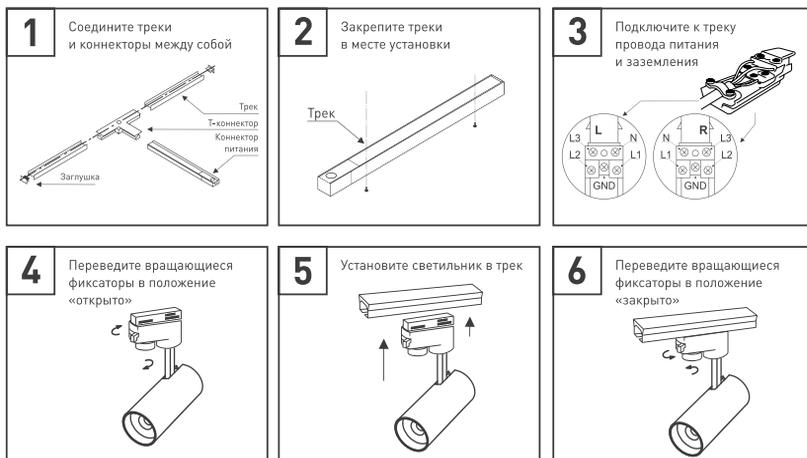

Рис. 2. Установка светильника в трек
- 3.4. На коннекторе питания открутите винт и снимите крышку. Подсоедините провода, подводящие питание, к винтовым клеммам согласно рис. 2. Используйте 5-жильный кабель. Обязательно подключите защитное заземление к клемме GND.